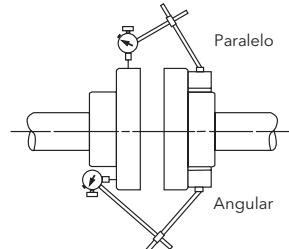

Figura 7
- Se DEBE controlar la alineación antes de operar la bomba. Observe la figura 7.